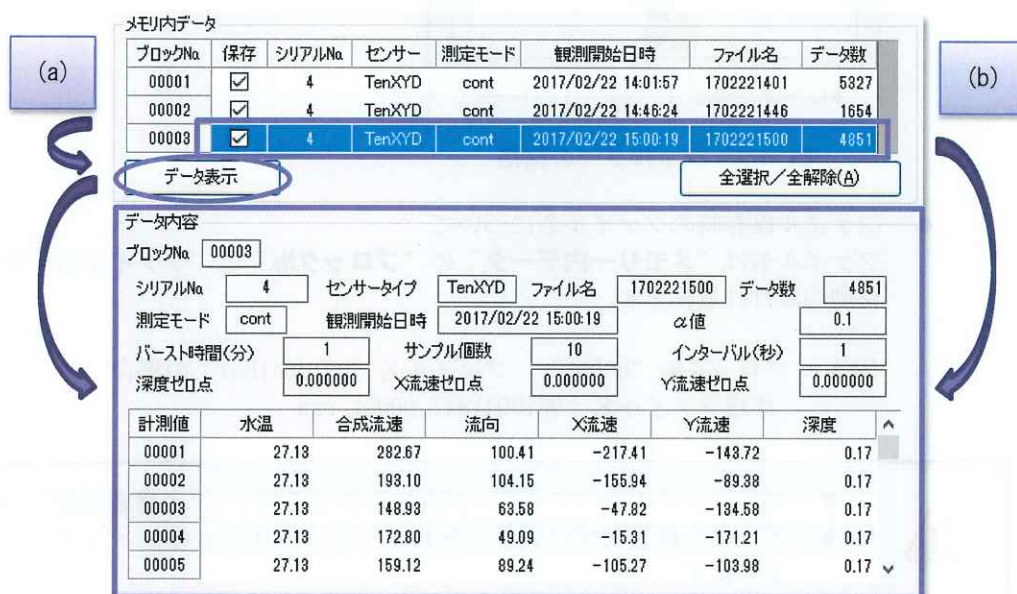

図 3.13 測定データの確認
- (4) 測定データの内容は以下のどちらかの方法で確認できます。（図 3.13）